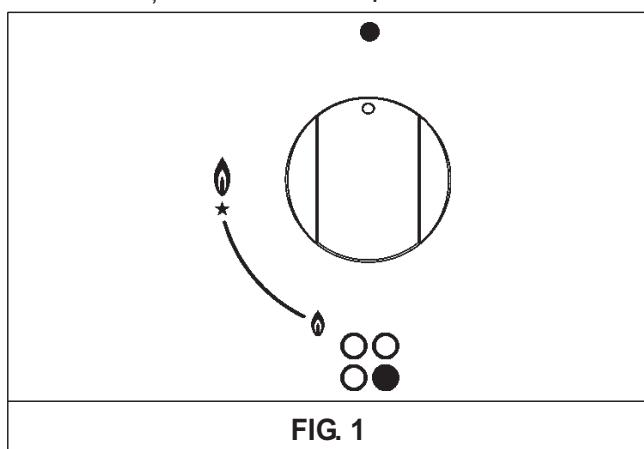

FIG. 1
Apasati si rotiti in sens anterior butonul corespunzator arzatorului pe care doriti sa-l utilizati, aduceti-l pe pozitia de Maxim (flacara mare, fig. 1) si apropiati un chibrit de arzator.
Apasati si rotiti in sens anterior butonul corespunzator arzatorului pe care doriti sa-l utilizati, aduceti-l pe pozitia de Maxim (flacara mare, fig. 1), după care apasati si eliberati butonul de aprindere "E".
Apasati si rotiti in sens anterior butonul corespunzator arzatorului pe care doriti sa-l utilizati, aduceti-l pe pozitia de Maxim (flacara mare, fig. 1), după care apasati butonul pana la fund.
La arzatoarele dotate cu termocuplu de siguranta, trebuie sa se roteasca in sens anterior butonul corespunzator arzatorului pe care doriti sa-l utilizati, sa-l aduceti pe pozitia de Maxim (flacara mare, fig.1) pana sesizati o mica oprire a acestuia, după care apasati butonul si repetati operatiile indicate anterior. Dupa aprindere mentineti butonul apasat circa 10 secunde.
- Cand incepe fierberea aduceti butonul in pozitia de Minim (flacara mica, fig. 1).
- *aprinderea arzatoarelor cu termocuplu de siguranta se poate face doar daca butonul este pe pozitia de Maxim (flacara mare fig. 1).*